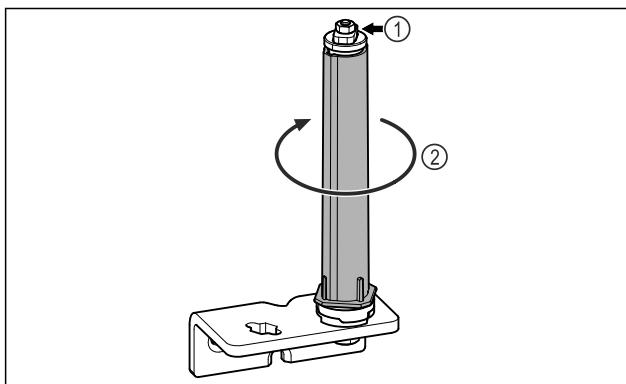

Fig. 28
- Neizjauciet durvju slēgšanas sistēmu Fig. 28 (1).
- Pagrieziet slēgšanas sistēmu Fig. 28 (2), līdz tā noklikšķ.